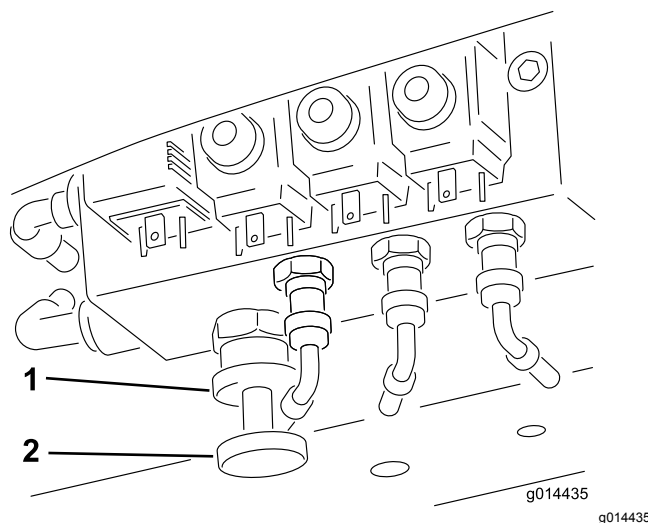

Figura 32
Trasferimento del peso. La portata del trasferimento di peso può essere variata a seconda delle condizioni in cui si opera, ruotando la rotella di trasferimento del peso (Figura 32) nel modo seguente:
1. Allentate il dado di bloccaggio della valvola girandolo di 1/2 giro in senso antiorario e mantenetelo in questa posizione (Figura 32).
2. Ruotate la rotella della valvola (Figura 32) in senso antiorario al fine di ridurre il trasferimento di peso oppure in senso orario per aumentarlo.